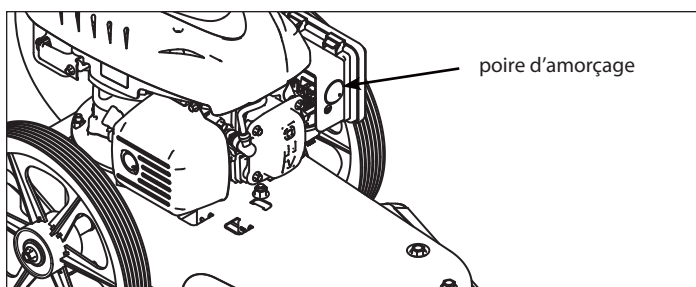

FIGURE 7 : Poire d'amorçage
1. Appuyer cinq fois sur la poire d'amorçage. Attendre deux secondes environ après chaque pression sur la poire. **VOIR FIGURE 7.**
3. Pour démarrer un moteur froid, appuyer cinq fois sur la poire d'amorçage. Attendre deux secondes entre deux pressions sur la poire d'amorçage. **VOIR FIGURE 7.**